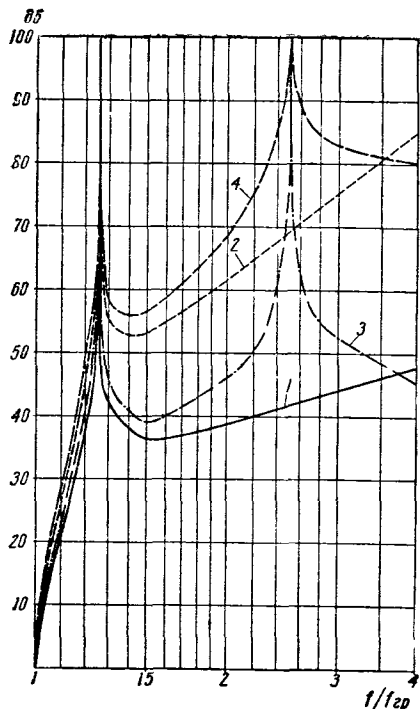

Рис. 3. Характеристики фильтров.
Принципиальная схема приемника приведена на рис. 3.
Рис. 3. Вывод 2 переключателя Π_{22} соединить с ножкой 4 колодки, а вывод 2 — Π_{2a} — с анодом Λ_5 . Сопротивления R_6, R_7, R_{10}, R_{16} на мощность рассеивания — 2 вт.
Следовательно, наш фильтр должен содержать звенья с частотами бесконечного затухания 49,75 и 56,25 МГц. Для ориентировки в свойствах различных схем фильтров и выбора типа и числа звеньев обратимся к графику (рис. 3), на котором приведены теоретически рассчитанные кривые затухания четырех фильтров; одно звено k , (кривая 1), два звена k (2), одно звено t (3) и одно звено k , соединенное последовательно с t (4). Кривые рассчитаны для случая, когда частоты бесконечного затухания превышают граничную частоту фильтра в 1,25 и в 2,5 раза. Здесь первый левый пик кривых создается согласующими полувзвьями. Второй — звеном типа t . Для нашего случая пригодны кривые 3 и 4; выбираем фильтр типа $k+t$, состоящий из одного звена k и одного звена t (кривая 4).